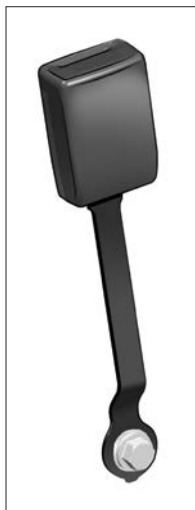

Рис. 3. Замок переднего ремня безопасности
**В варианном исполнении** положение пряжки переднего ремня безопасности изменено путём увеличения длины тяги замка (см. рис. 3).